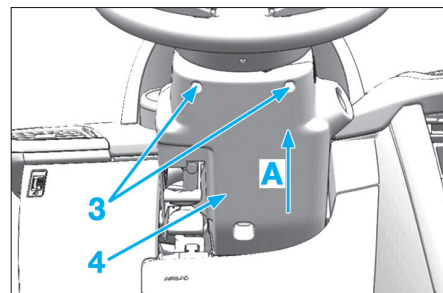

Fig. 11
• Déposer les vis (3) et la garniture inférieure (4) en (A) (Fig.11).